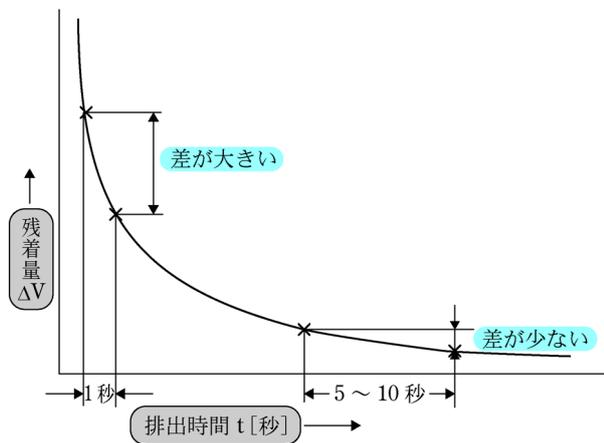

図2 排出時間と残着量の関係³⁾
- (4)の「自然落下の速度」とは、ピペッターを使わなかった頃に穴を塞いでいた指を離して排出させた速度である。洗浄が完璧であってもピペット内に液が残るのを完全に防ぐことはできない。図2に示すようにゆっくりと排出すると残着量の差を小さくすることができる。ホールピペットはその排出時間がJISで規定されている²⁾。実際に調べたわけではないが、電動のピペッターはそれを考慮して設計されていると思われる。しかしボタンの押し方で排出量が変わる手動のピペッターの場合には、注意が必要である。